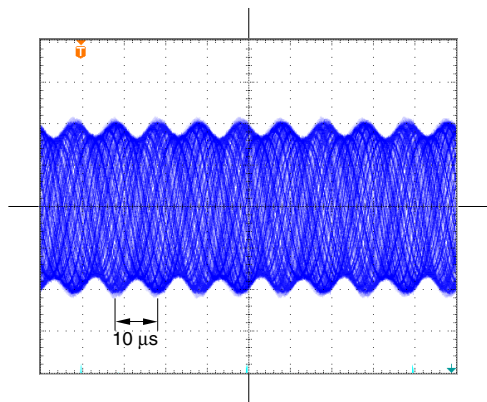

図4-9
- 5 G-BALトリマーを中心付近に設定し、スケールを移動させると図4-9に示すような波形が観測されます。このとき、PHASEトリマーを調整し、エンベロープリップルが最小になるようにします。また、G-BALトリマーも微調整しエンベロープリップルが最小になるようにします。